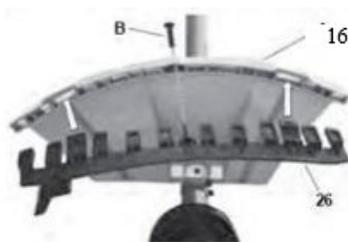

Fig.3-3
1. Al utilizar el cabezal del nylon, siempre debe instalarse la protección adicional con la cuchilla de corte. (Fig. 3-3)
- Fijar la protección adicional (26) con el tornillo (B). (Fig. 3-3)